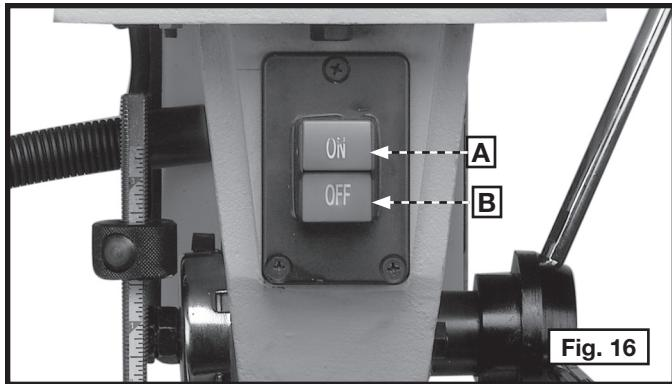

Fig. 16
L'interrupteur général est localisé sur le devant de la machine. Pour allumer la machine, appuyer le bouton de début vert (A) la fig. 16. Pour arrêter la machine, pousser le bouton rouge (le B).